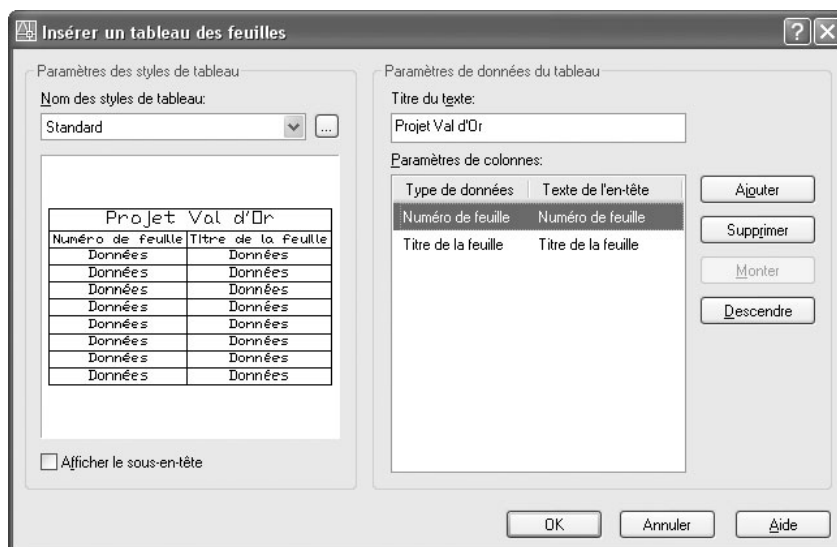

Fig.24.25
- 4 Dans la boîte de dialogue **Insérer un tableau des feuilles** (Insert Sheet List Table), entrer le titre du tableau et modifier la mise en page si nécessaire (fig.24.25).